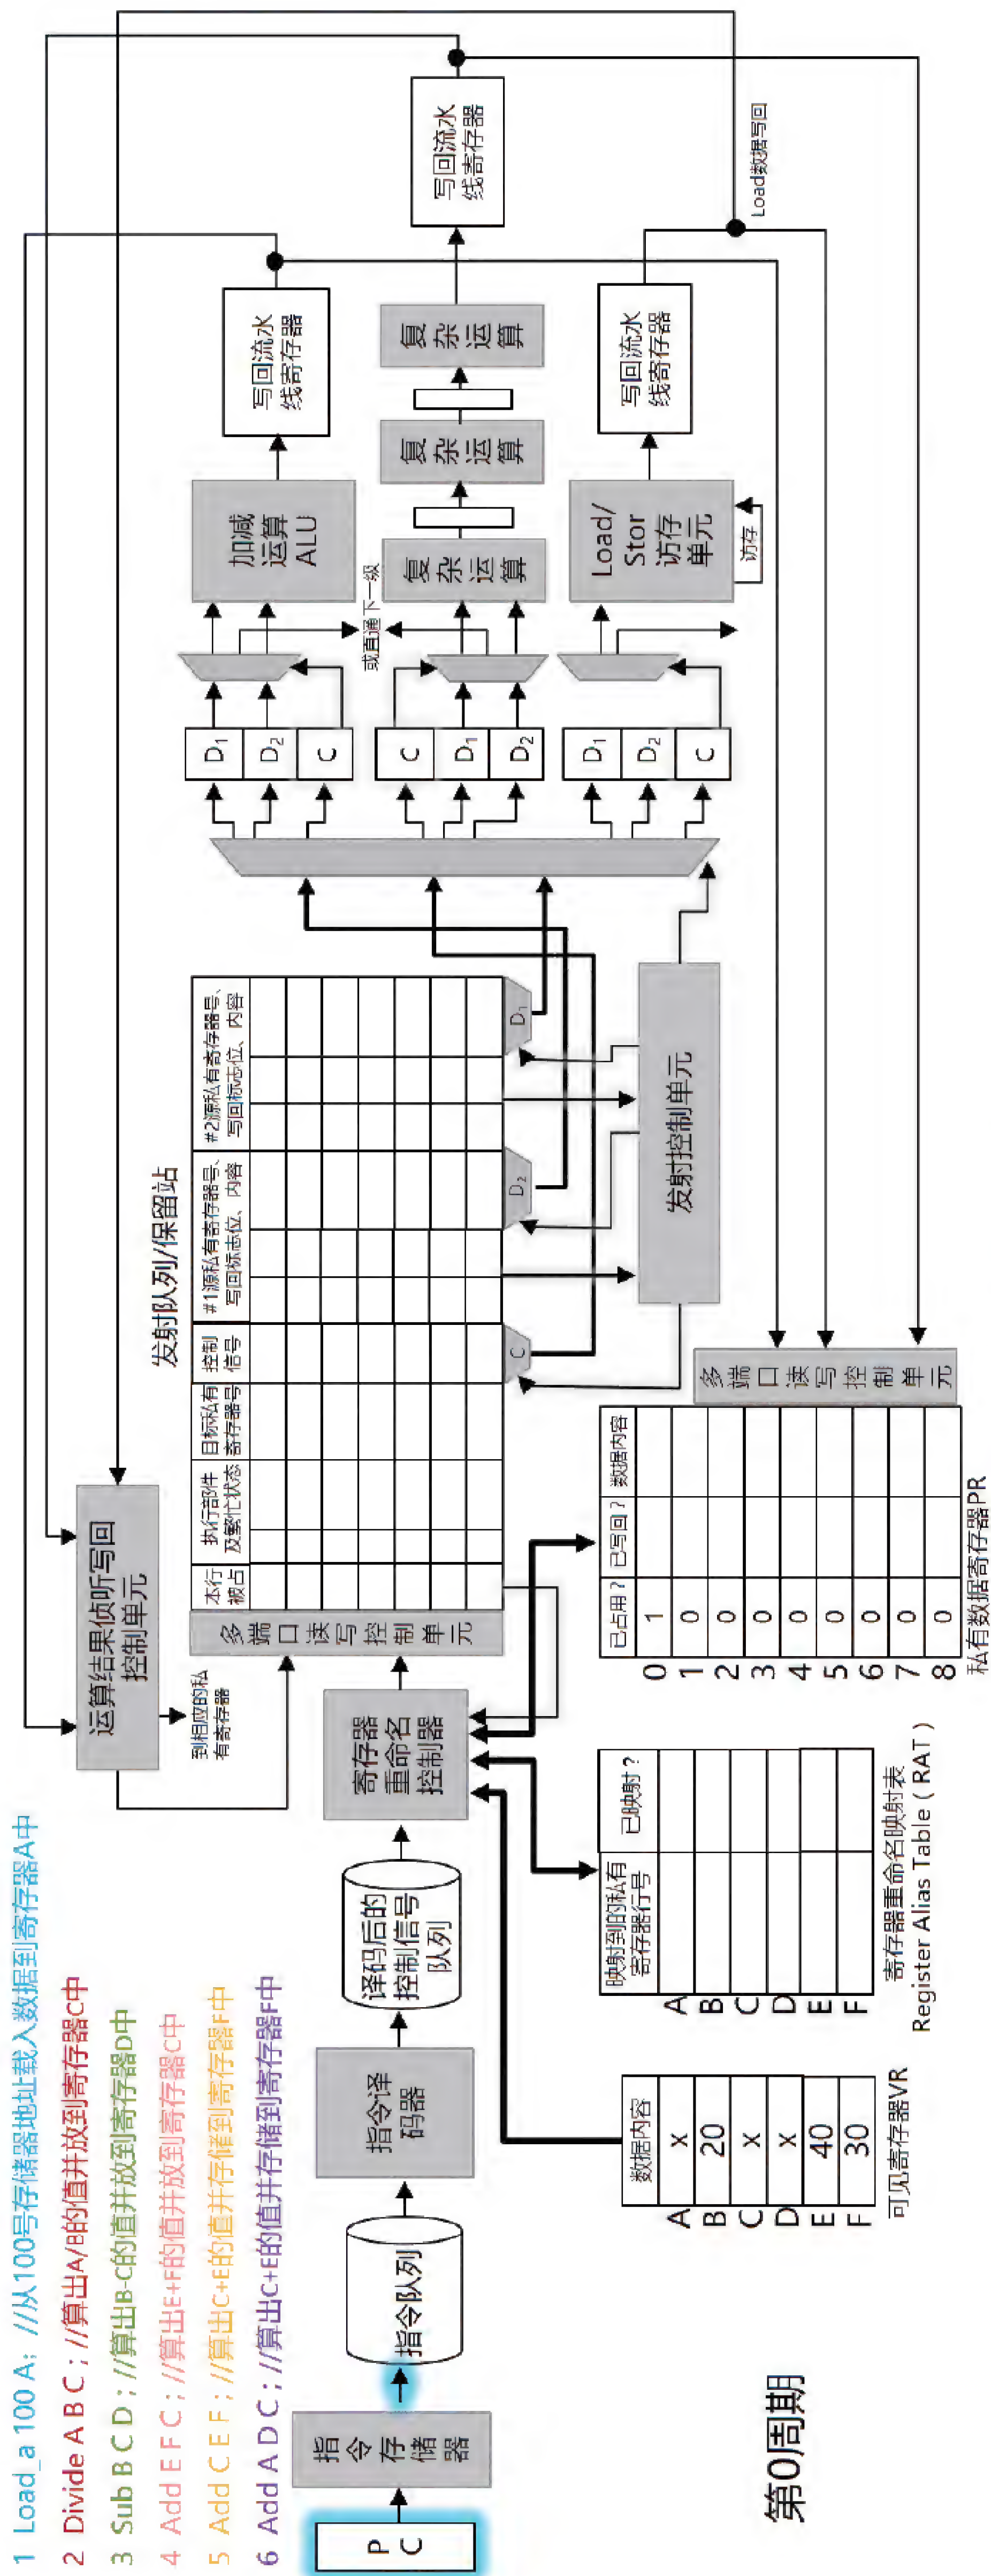

图4-48 第0周期执行过程
**第0周期:**如图4-48所示,在第0周期,PC寄存器的值被设定为从蓝色指令所在的指令存储器地址开始取指令,取出的指令被送往指令队列前端等待。指令队列也是一堆寄存器的组合,其本身也是触发器,所以在下一个时钟边沿到来之前,取出的蓝色指令不会被锁存进去。